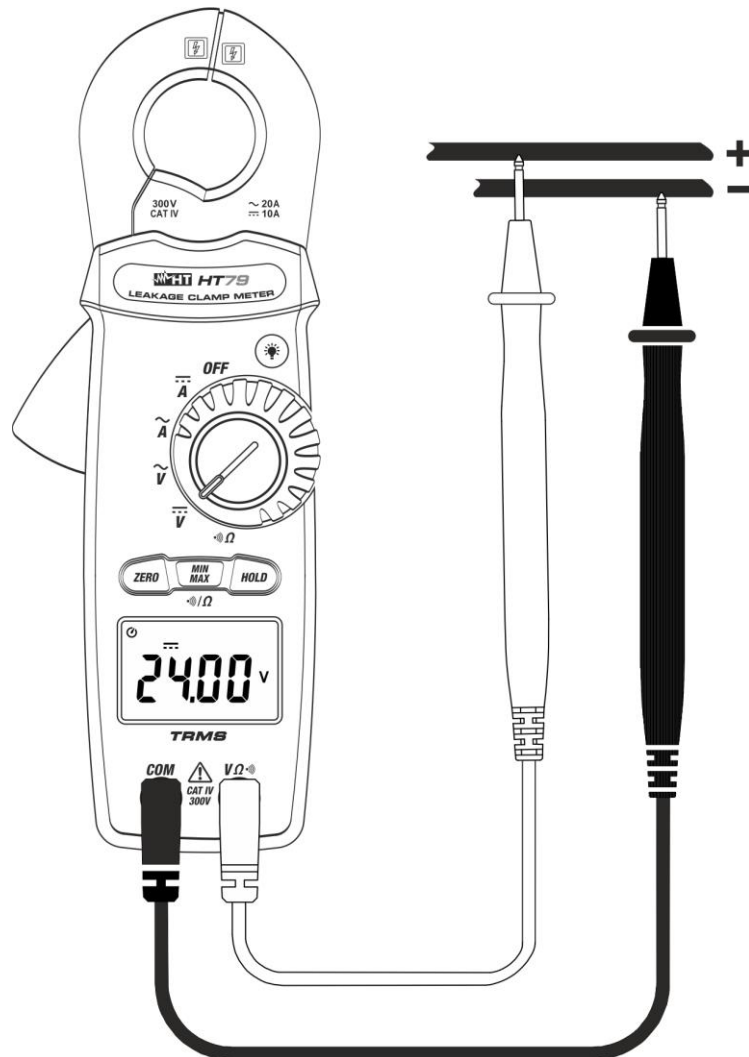

Fig. 4: Utilisation de l'instrument pour la mesure de la Tension DC
3. Positionner les embouts sur les points désirés du circuit sous test (voir Fig. 4). La valeur de la tension apparaît à l'écran